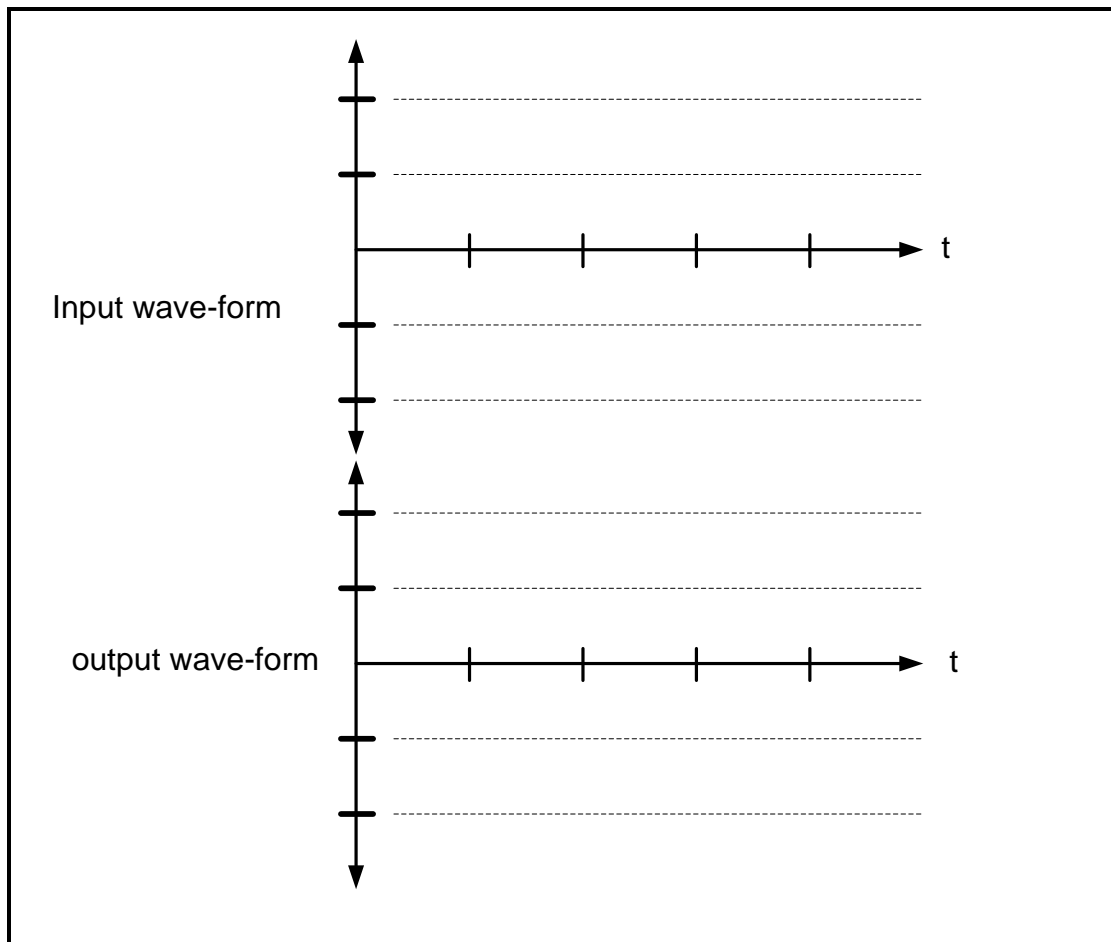

FIGURE 4.4.5(c)
- (d) Calculate the voltage gain from FIGURE 4.4.5(c).